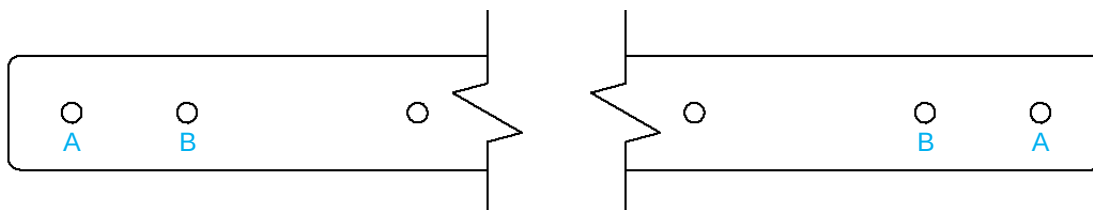

图 2 - (绑带弹力调节 – 孔 "A" 和孔 "B")
- 通过绑带上的前两个孔（图 2 "A" 或 "B"）之一将绑带连接到夹子的一侧。这两个孔允许在固定容器时使用不同程度的弹力。
- 在固定容器时，如果带子太松或太紧，请在 "A" 和 "B" 之间更换第一个固定孔（见图 2）。